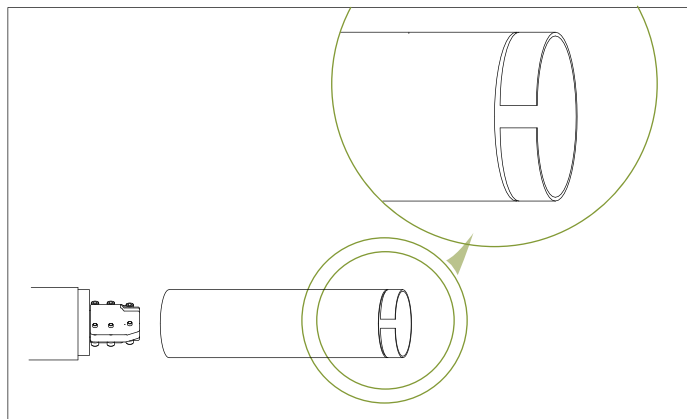

Рис. 36. Установка патрубков, концы с пазом направлены наружу
7. Установите два защитных патрубка, концы с пазом должны быть направлены наружу. См. рис. 36.